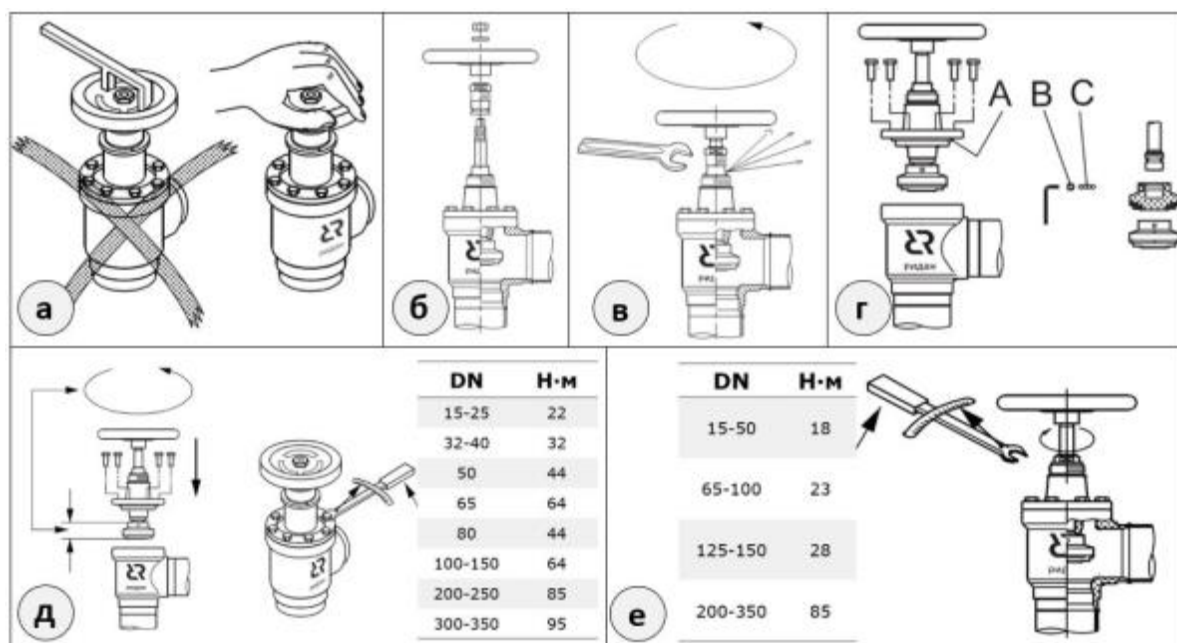

Рисунок 4 – Техническое обслуживание
всех прокладочных уплотнений. Перед тем как установить запорную часть клапана в корпус необходимо смазать кольцевые уплотнения холодильным маслом или смазкой «*Molykote 55*» и полностью выкрутить шток (рис. 4д). После сборки клапан должен быть в открытом положении!
3. Выкручивать сальник необходимо медленно для обеспечения выравнивания давления (рис. 4 в). После того как сальник будет полностью выкручен, убедитесь в отсутствии утечки хладагента, только после этого демонтируйте сальник сняв маховик или ограничительное устройство со штока (рис. 4 г).
4. Перед установкой сальника, необходимо убедиться в наличии кольцевых прокладок и нанести смазку «Molykote 55» во внутрь корпуса сальника и на шток. Усилие затяжки сальника указано на рис. 4д.
Для демонтажа запорного конуса со штока, открутите винт и вращая конус вокруг штока извлеките шарики через отверстие (рис. 4г). Для удобства извлечения шариков можно использовать магнит.
Сборка Перед сборкой клапана удалите из корпуса грязь. Убедитесь, что уплотнительные кольца не повреждены. Перед тем как установить запорную часть клапана в корпус, необходимо полностью выкрутить шток (рис. 4д), т.е. после сборки клапан будет полностью открыт.
Перед сборкой очистить поверхность труб и корпуса от загрязнений, проверить наличие и целостность всех прокладочных уплотнений. Перед тем как установить запорную часть клапана в корпус необходимо смазать кольцевые уплотнения холодильным маслом или смазкой «Molykote 55» и полностью выкрутить шток (рис. 4д). После сборки клапан должен быть в открытом положении!